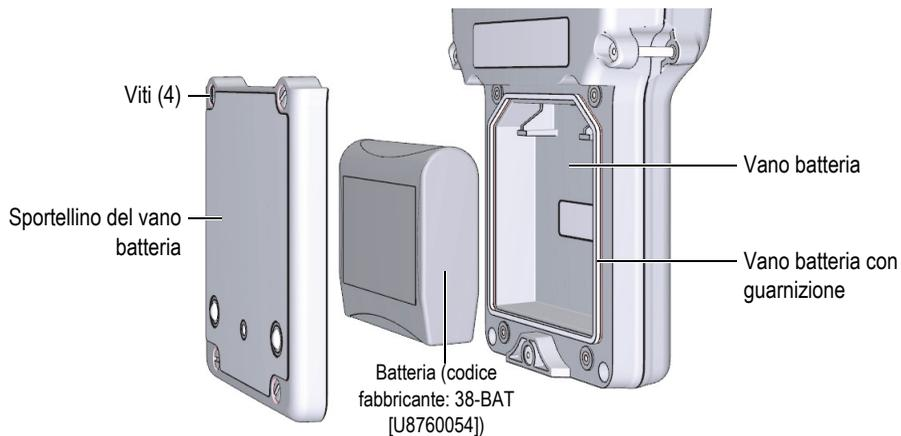

Figura 2-4 Apertura del vano batteria
La batteria è situata nel vano batteria nella parte posteriore del 38DL PLUS (vedere Figura 2-4 a pagina 48).
6. Nella parte posteriore dello strumento, allentare le due viti prigioniere che fissano lo sportello del vano batteria (vedere Figura 2-4 a pagina 48).